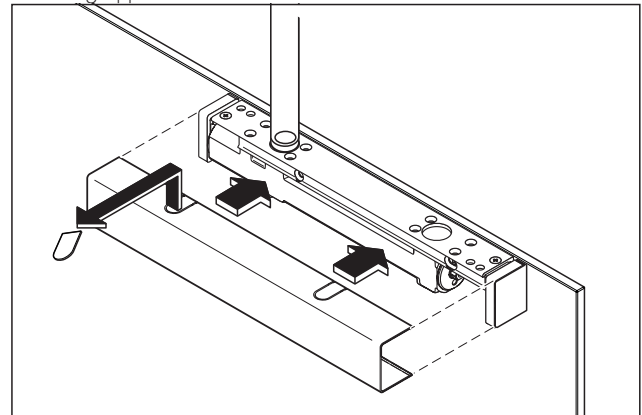

Abb. 15 Das Abdeckblech montieren
- Die Verkleidung zur Montage vorbereiten und auf die Baugruppe aufstecken. (Abb. 15)